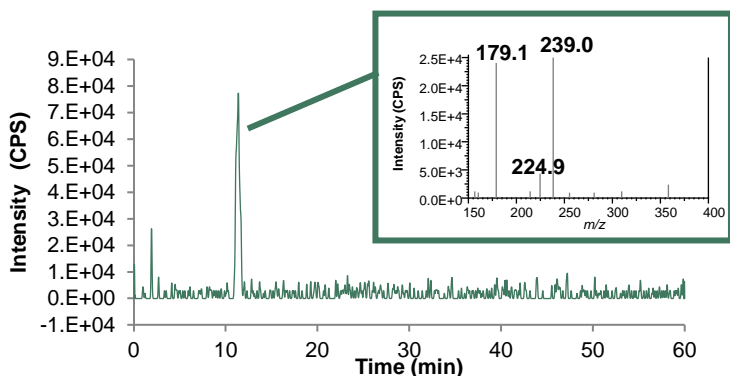

図10 低ラクトース牛乳のトータルイオンクロマトグラム (scan)
- ✓ MSDでは成分間の感度差が大きいためにありますが、図10のように成分を保持時間だけでなくMSスペクトルでも確認できるため、定性の信頼性が向上します。